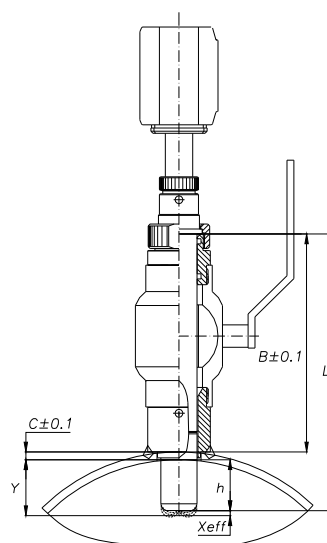

Рисунок 6 — Основные геометрические размеры преобразователя скорости ПС при монтаже
- глубина погружения ДС задается высотой шлюза (расстоянием от верхнего торца шлюза до внешней образующей трубы), толщиной стенки трубы в месте установки ДС и длиной  $L$  державки ДС (рисунок 6);